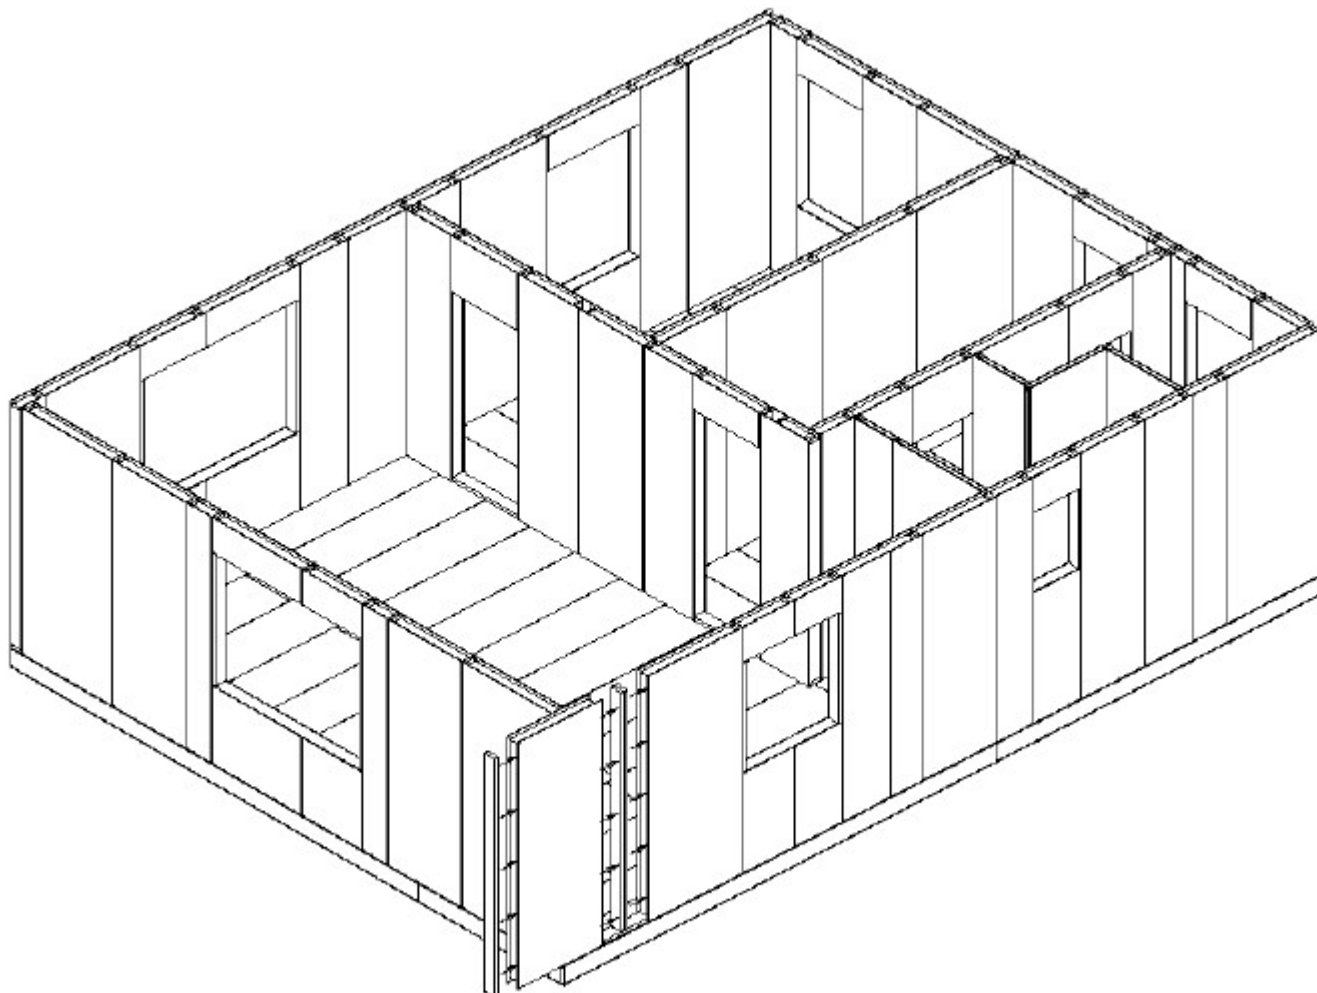

Рис. 12: Установка последней SIP-панели и стойки стен 1-ого этажа.
12. Сборка стен первого этажа дома заканчивается на заранее выбранном последнем углу. (Рис. 12). В предварительно обработанную монтажной пеной выборку SIP-панели вкладывается последняя стойка, которая будет закрывать торец этой стены. Панель пришивается к стойке шурупами 3,5x40. После чего последний угол также как и все предыдущие стягивается саморезами-глухарями 8x200 с шагом 500 мм.